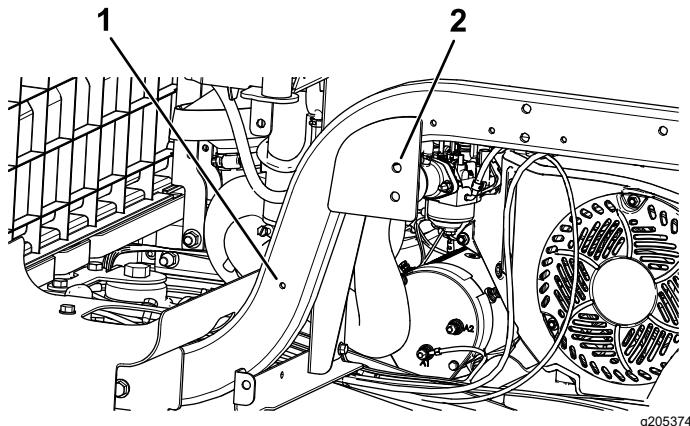

Bild 20
1. Fluchten Sie eine Überrollschatzhalterung mit den zwei Löchern hinter dem Sitzunterteil und dem Loch vorne an der Rahmenschiene aus, wie in Bild 20 abgebildet.
3. Markieren Sie die Lochpositionen an der Überrollschutzhalterung (Bild 20).